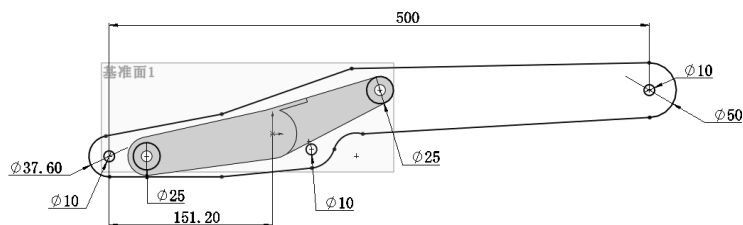

图 10-17 绘制草图 5
**01** 绘制草图 5。在视图中用鼠标选择如图 10-16 所示的面 1 作为绘制图形的基准面。单击“草图”控制面板中的“圆”按钮、“直线”按钮和“剪裁实体”按钮，绘制图 10-17 所示的草图并标注。